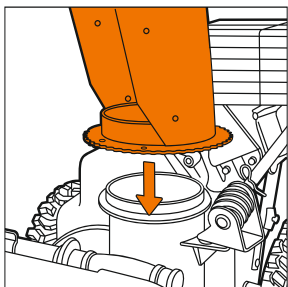

Рис. 9
- Установите желоб на отверстие выброса снега (Рис. 9).